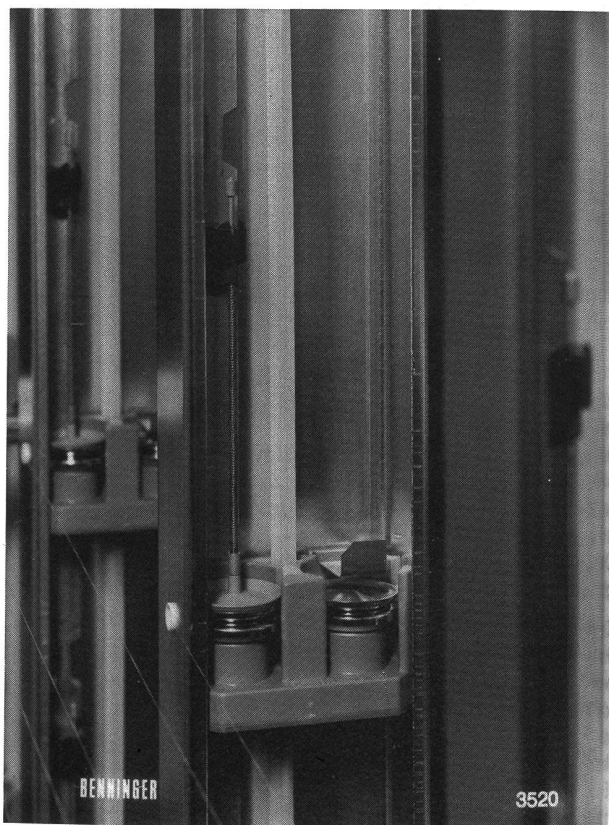

Abb. 5: Ansicht eines Einzelspanners GZB, Standardausführung
4.1 Der Normaldruckspanner Modell GZB (Abb. 5)